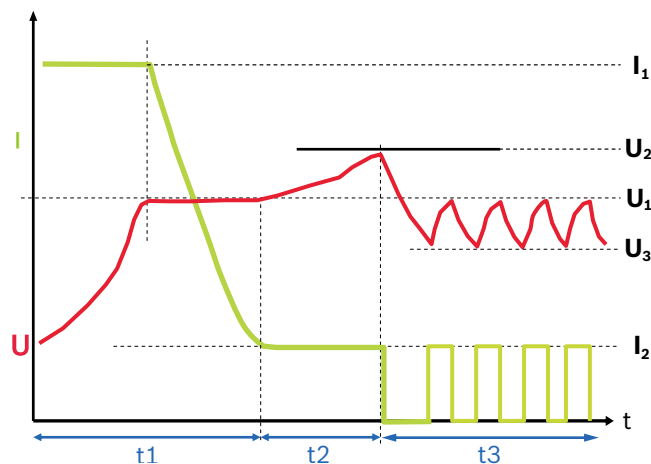

Fig. 3: Laddparameter
- Laddningens fortskridande (se laddningskurva fig. 3)